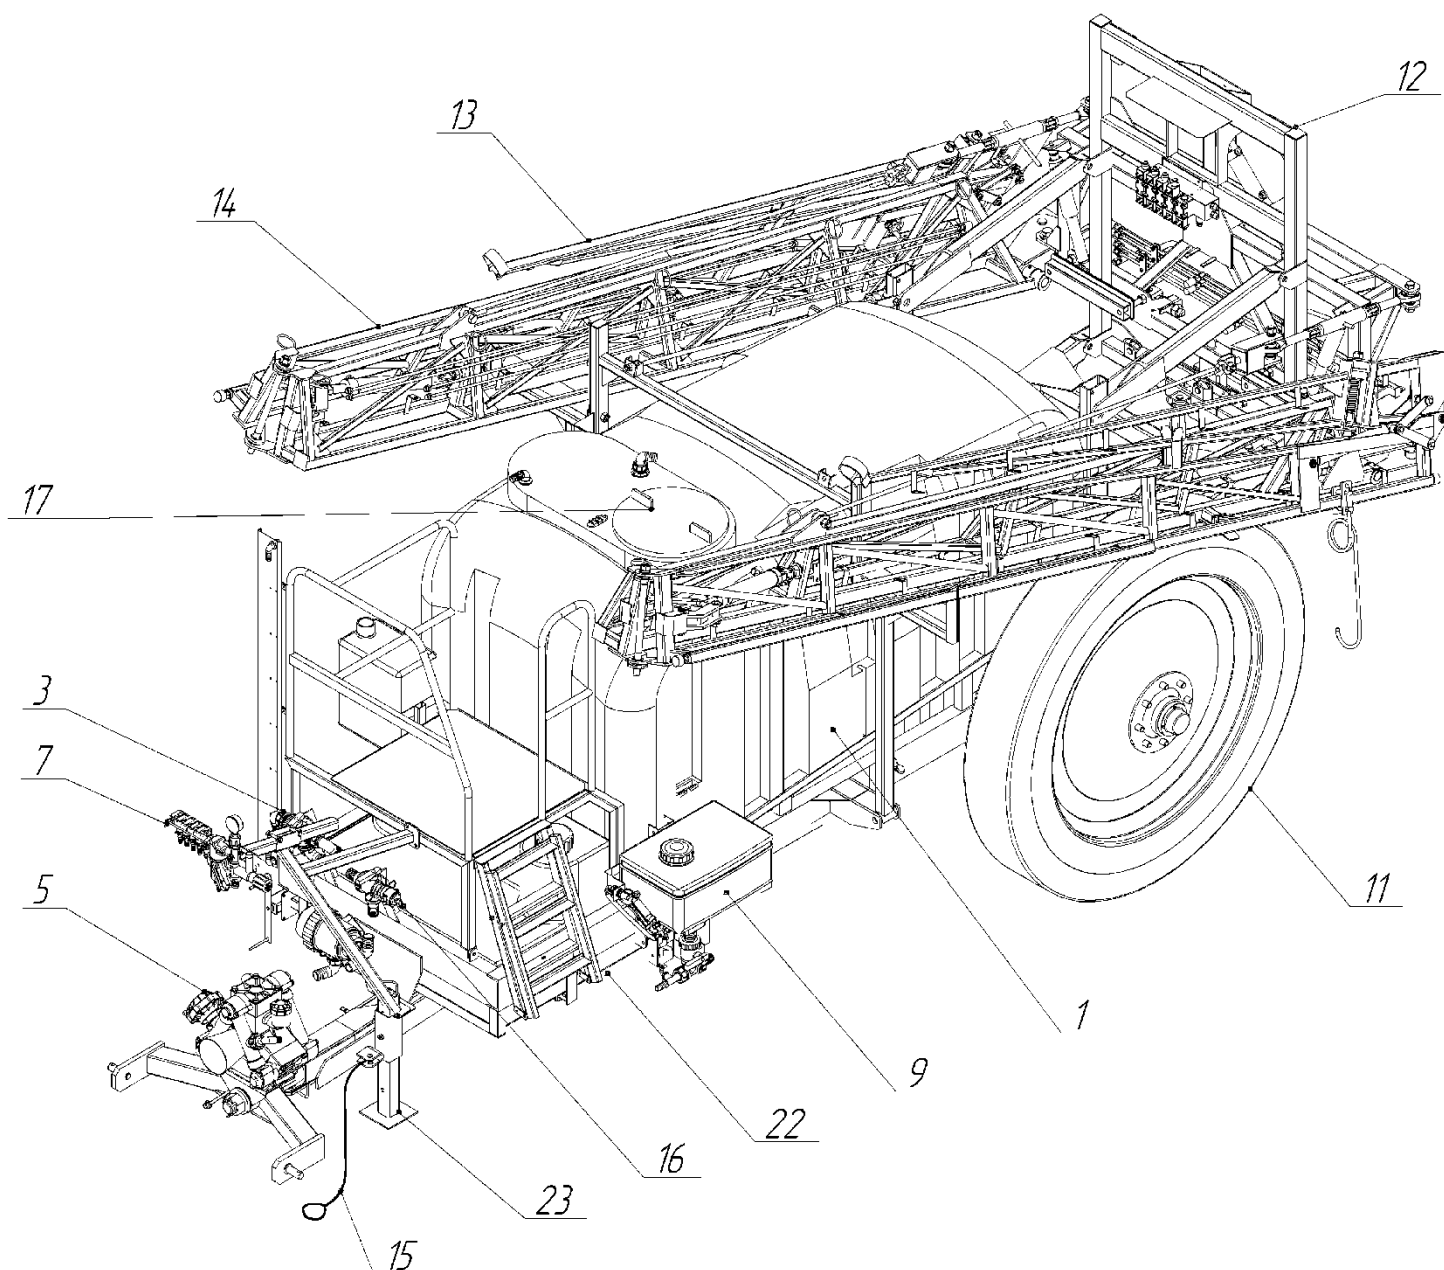

Рис. 1. Опрыскиватель ОП-3000-24. Общий вид.
- 2.2. Устройство опрыскивателя показано на рис. 1, а основных узлов – на рис. 2-7. Гидравлическая схема приведена на рис. 8.
Подрисуночные надписи см. на рис. 1а.
Штанга в транспортном положении уложена на опоры 24 (рис. 1). Опоры крепятся к раме.